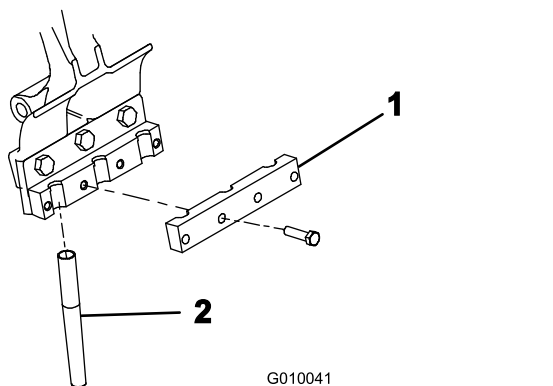

Figure 26
5. Fixez légèrement une bride de serrage sur chaque porte-louchets (Figure 26) à l'aide de 4 boulons ($\frac{3}{8}$ x $1\frac{1}{2}$ po). Ne serrez pas les boulons.